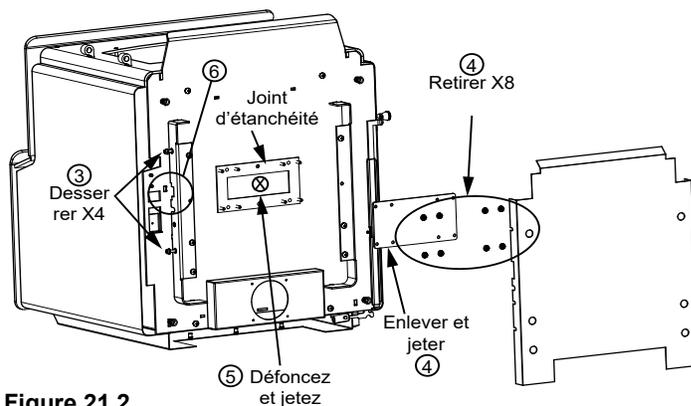

Figure 21.2
3. Couchez l'appareil sur son dos, sur une surface rembourrée ou une palette (**Figure 21.2**).
4. Retirez l'écran thermique en desserrant les quatre boulons à l'aide de la clé ouverte 3/8 (**Figure 21.2**).
5. Retirez les 8 écrous maintenant le couvercle à l'aide de la clé à douille 7/16; jetez le couvercle (**Figure 21.2**).
6. Retirez l'alvéole défonçable du bas de la boîte à feu à l'aide du marteau (**Figure 21.2**).
3. Couchez l'appareil sur son dos, sur une surface rembourrée ou une palette (Figure 21.2 à la page 21).
4. Retirez l'écran thermique en desserrant les quatre boulons à l'aide de la clé ouverte 3/8 (Figure 21.2 à la page 21).
5. Retirez les 8 écrous maintenant le couvercle à l'aide de la clé à douille 7/16; jetez le couvercle (Figure 21.2 à la page 21).
6. Retirez l'alvéole défonçable du bas de la boîte à feu à l'aide du marteau (**Figure 21.2 à la page 21**).